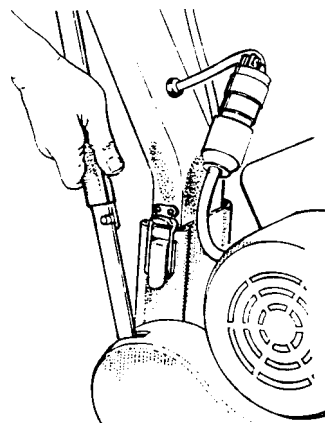

Abbildung 6
2. Installieren Sie den Griff und befestigen Sie die Sperren. Siehe Abbildung 6.